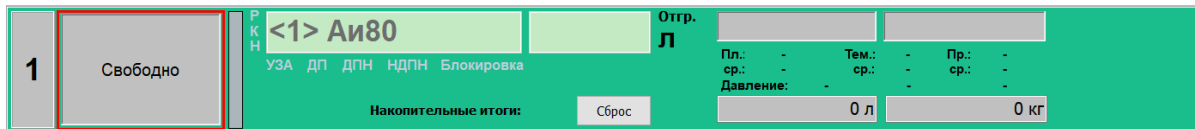

Рисунок 6. Поле отображения состояния стояка налива.
- **Поле отображения состояния стояка налива** – текстовое поле, в котором отображается текущее состояние стояка налива (рисунок 6);